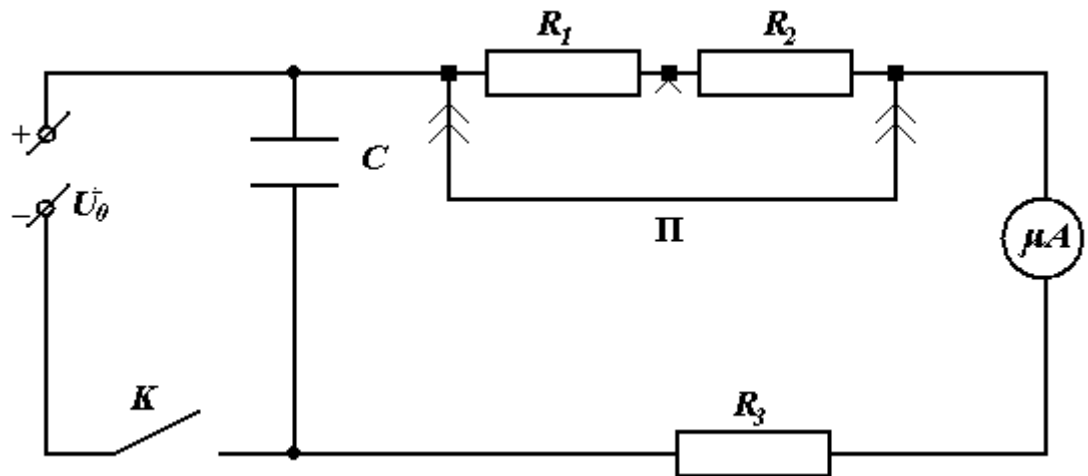

Рис.4
В данной лабораторной работе предлагается исследовать процесс разрядки конденсатора на экспериментальной установке, схема которой приведена на рис.4.
1. Соберите электрическую цепь по схеме рис.4 и по заданию преподавателя выберите необходимое значение сопротивления цепи R .